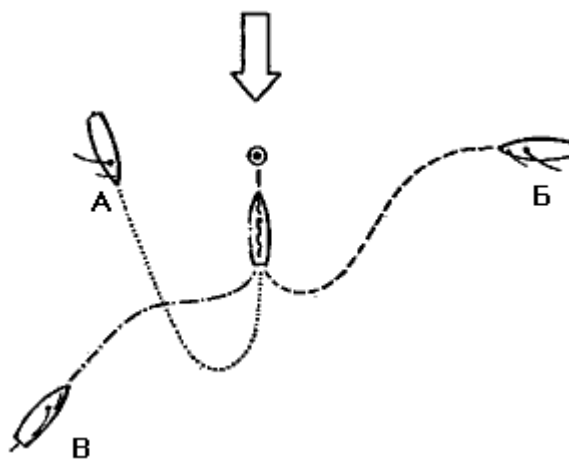

Рис. 128. Схема подхода к якорной стоянке или бочке
**Постановка на якорь** почти ничем не отличается от постановки на бочку— подходят к месту якорной стоянки так же, как к бочке: против ветра и самым малым ходом (рис. 128).